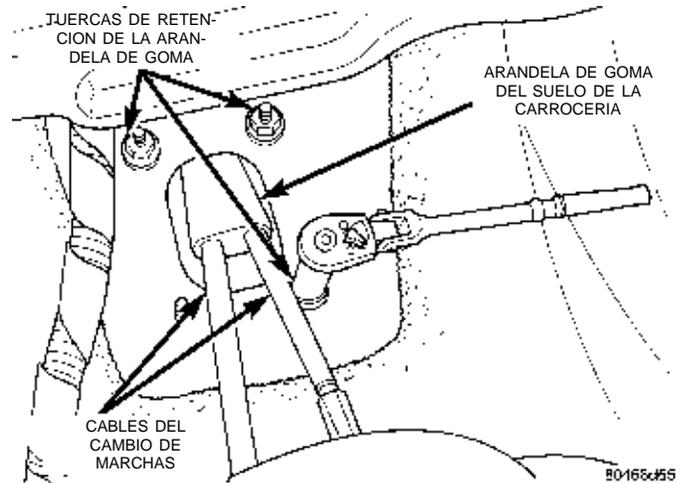

Fig. 12 Tuercas de retención de la arandela de goma (interior)
- (6) Tire de los cables hacia arriba para extraerlos de la ménsula del transeje.
- (7) Retire la consola del vehículo. Consulte el Grupo 23, Carrocería.
- (8) Retire las tuercas de retención de la arandela de goma del suelo de la carrocería (Fig. 12).